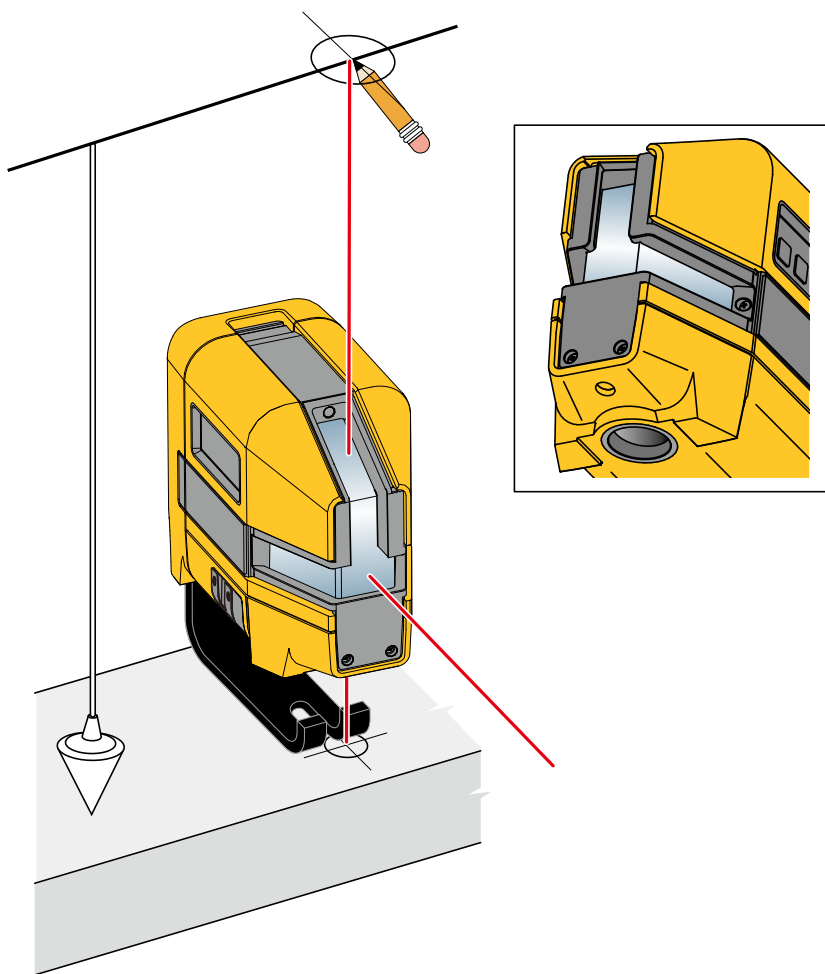

Figure 5. Nouvelles marques d'aplomb
2. Centrez le faisceau descendant sur la croix. Voir la Figure 5.